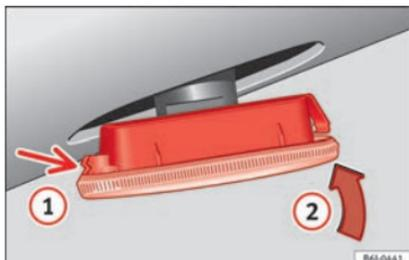

Fig. 108 Clignotants latéraux.
- Placez d'abord le clignotant dans l'orifice de la carrosserie, en emboîtant les agrafes (1) » » fig. 108, puis emboîtez l'ampoule comme indiqué par la flèche (2) » » fig. 108.